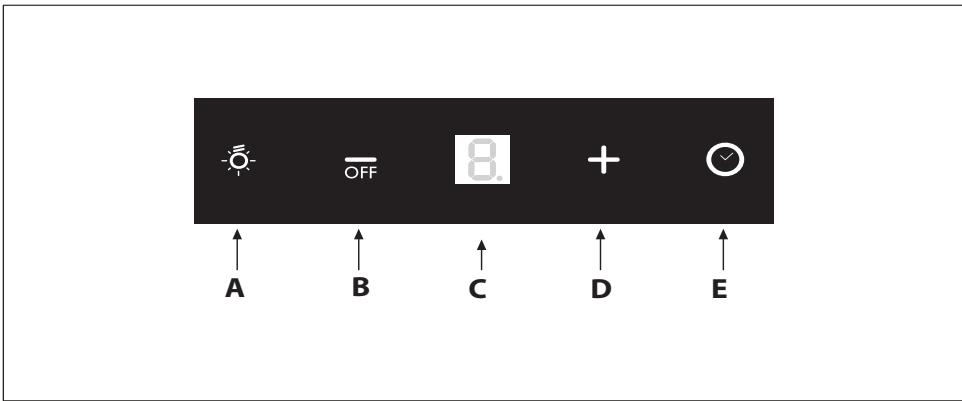

Fig.12
**• Manöverfunktioner (Fig.12):**